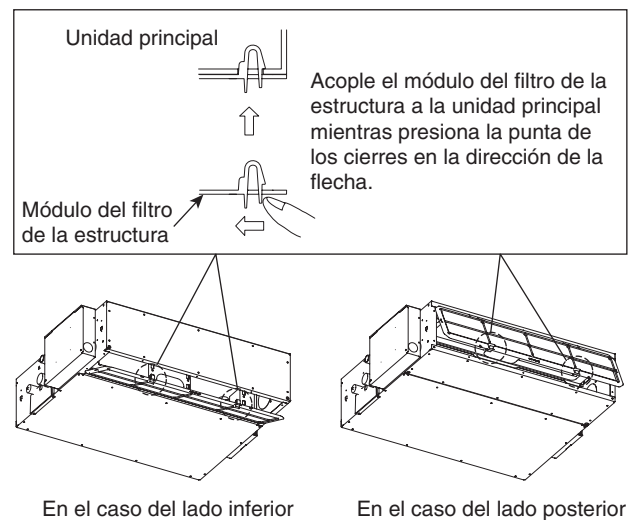

Fig. 3-6
- (3) Acople el módulo del filtro de la estructura (incluido) de la forma que se indica en el diagrama. (Fig. 3-6)